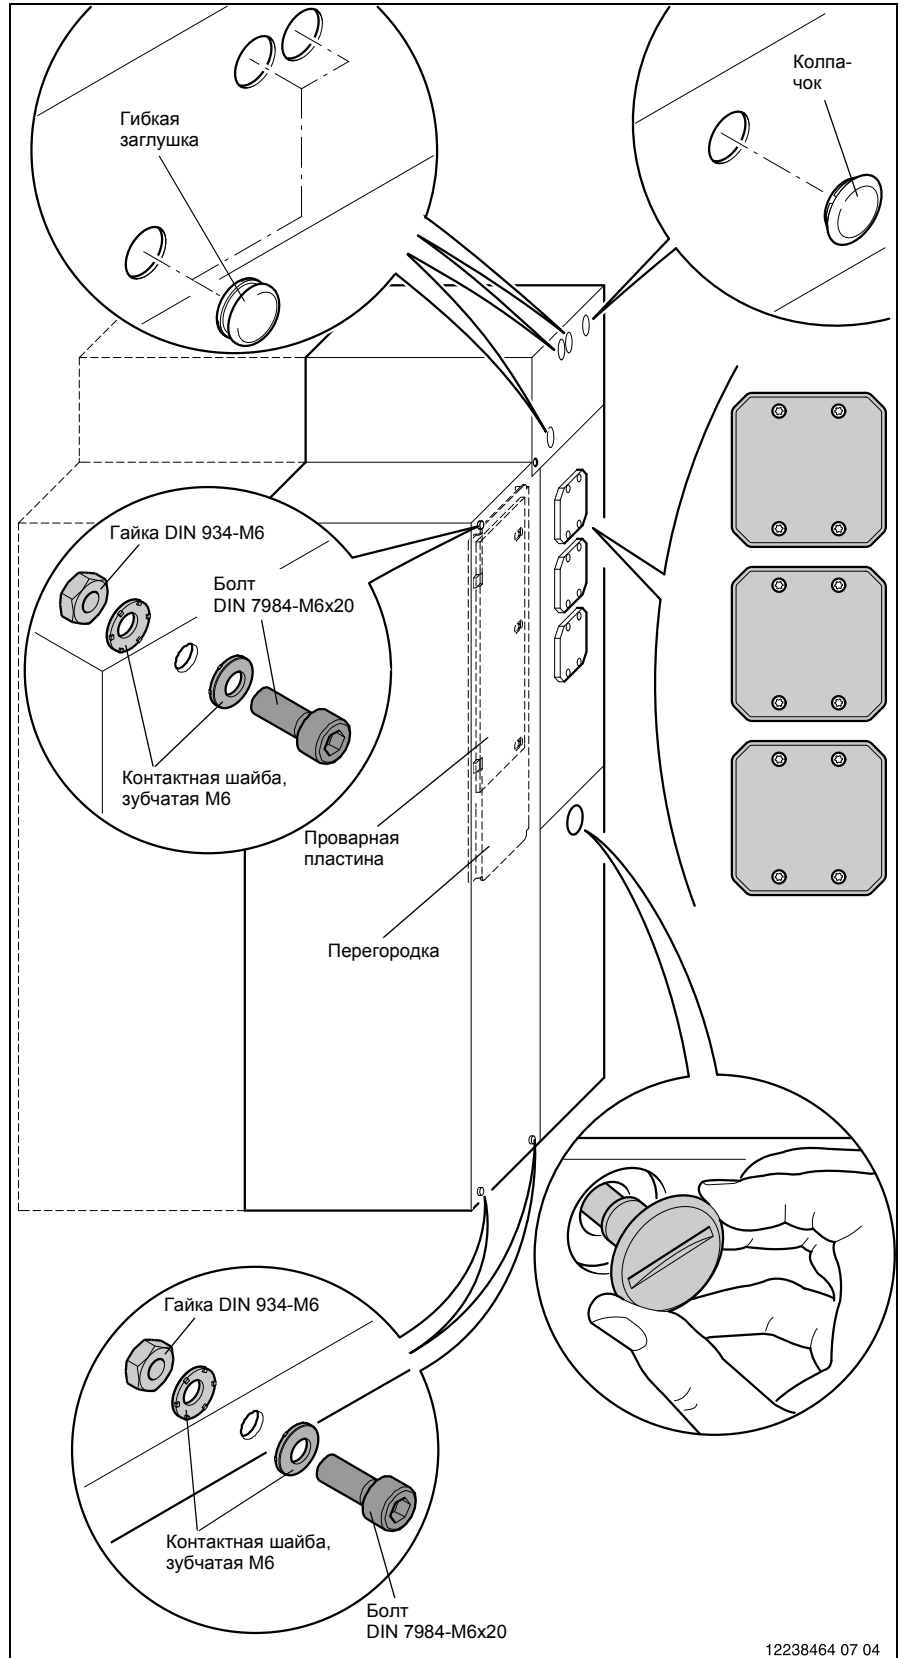

Рис. 35
1. Снимите пленку с нижнего резьбового соединения панели и простой отверткой вверните запорный винт (момент затяжки: 10 Нм) (Рис. 35).
2. Установка концевых муфт во вводы L1—L3 и на кабельный отсек выполняется, как описано в монтажных операциях 1, 2, 4, 6 и 10—12 в главе 4.1 (Рис. 35).
3. Снимите клейкие пленки с верхнего резьбового соединения панели и с отверстий для настройки и кабельных вводов. Закройте отверстия колпачком (верхнее резьбовое соединение панели) и гибкой заглушкой (2 кабельных ввода и 1 отверстие для настройки) (Рис. 35).